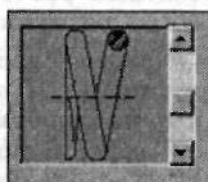

Рис. 2.87. Перемещайте ползунок, пока изображение в окне не станет таким
- Теперь переместите ползунок в окне справа так, чтобы изображение приняло вид, показанный на рис. 2.87.